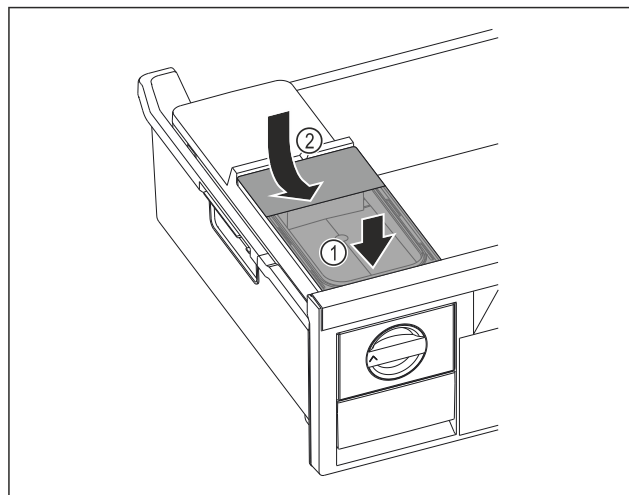

Fig. 72
- Nádržku na vodu nasad'te vpredu. Fig. 72 (1)
- Nádržku na vodu spustite vzadu. Fig. 72 (2)